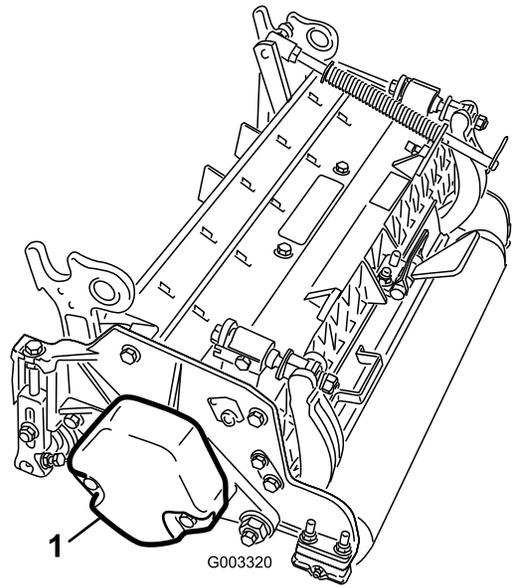

图3
4. 按照配重块套件图3安装说明的描述，确保将配重块 ( ) 安装到滚刀组正确的一端上。